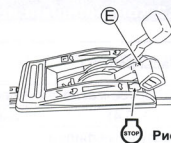

Рис. 8.
2 Переведите рычаг газа (E) в положение "OFF". (См. рис. 8.)